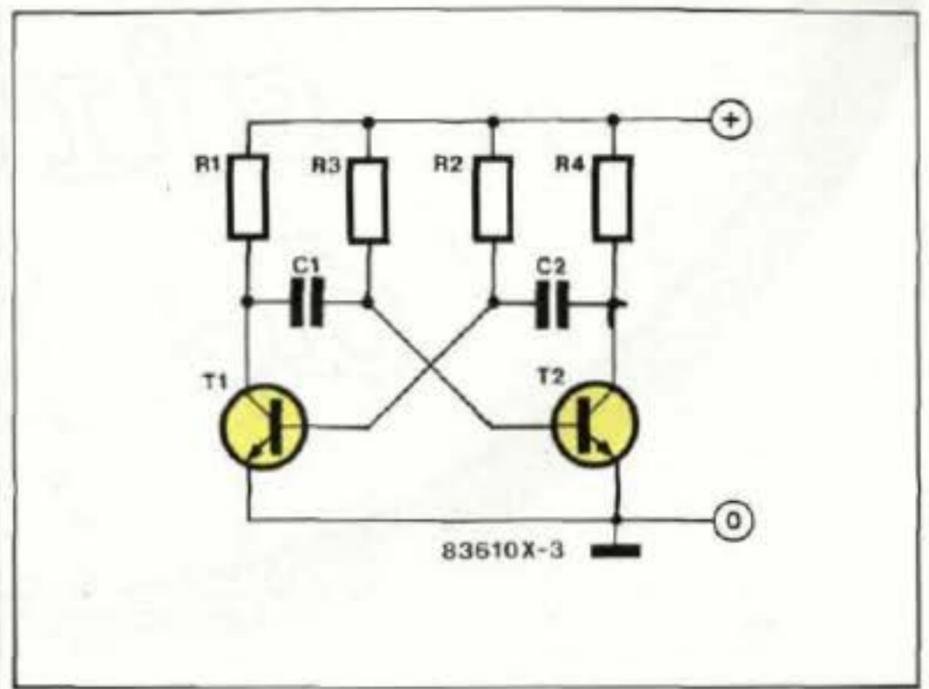

Figure 3 - Schéma du multivibrateur astable.
Figure 3 - On reconnaît les bonnes soldes à leurs pentes légèrement creuses comme celles d'un volcan. Les mauvaises soldes forment un boudin à la base de la broche, ce qui indique qu'il n'y a pas de bonne prise entre l'étain et le matériau de la broche. Utilisez une grosse loupe pour vérifier vos soldes.
■ Une bonne soudure à l'aspect du col et du goulot d'une bouteille. On peut aussi la comparer au sommet évasé d'une quille. Cet aspect est un détail important: lorsque l'étain forme un boudin aux bords arrondis, cela indique que son adhérence est mauvaise; dans la plupart des cas, le contact est incertain, voire inexistant et l'on parle de «soudure froide» (figure 3).
Figure 3 - La disposition des éléments sur la platine Elex. Il est possible d'employer pour le pont redresseur un modèle rond aussi bien qu'un modèle rectangulaire.